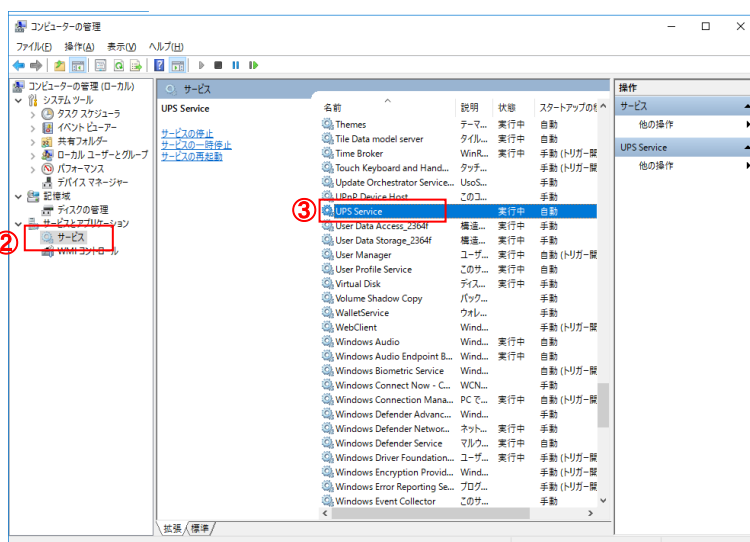

図 2-10-4-1. サービスの一覧
- ① コントロールパネルの「管理ツール」をダブルクリックしコンピュータの管理を開きます。
- ② 「サービス」をクリックし、サービスの一覧を開きます。(図 2-10-4-1)